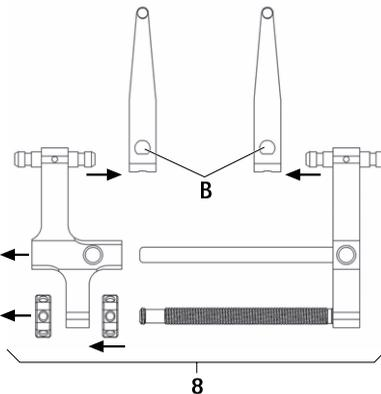

Fig. 4
- Smontare il distrattore 8 con valve da distrazione, vedere Fig. 4: Azionare il pulsante B e rimuovere la valva da distrazione FW239R.